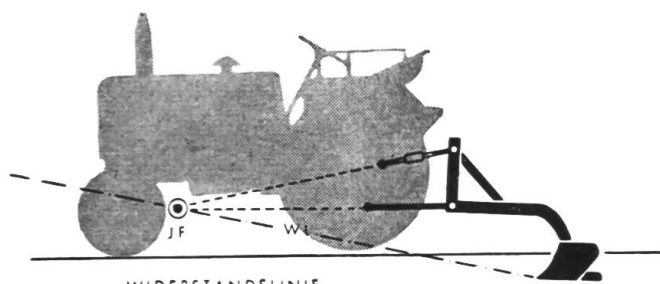

Fig. 2
59. Il est certain que le réglage de la **profondeur de travail** se montre bien plus difficile. Cette dernière est déterminée aussi bien par le point de guidage que par le tracé de la ligne de résistance (fig. 2). En regardant la fig. 2, on peut constater que la ligne de résistance de la charrue part de la pointe du soc et passe en direction de l'avant par le point théorique de guidage, faisant ainsi un angle de 12 à 25°. Si la charrue doit travailler à une profondeur supérieure à celle que montre la figure, la ligne de résistance se trouvera abaissée et le point de guidage déplacé vers l'avant. L'opération à exécuter à cet effet consiste, suivant les types de tracteurs, soit à fixer plus haut le point d'attache au tracteur de la bielle supérieure, soit à raccourcir cette dernière. Dans le cas inverse, c'est-à-dire si l'on veut un labour superficiel, il faut, soit rallonger la bielle supérieure, soit fixer plus bas son point d'attache au tracteur.